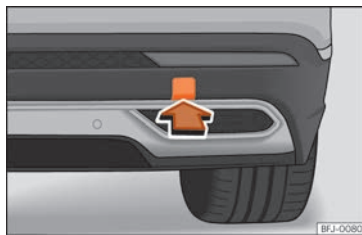

Abb. 226 Auf der rechten Seite des hinteren Stoßfängers: Abdeckung entfernen.
Die Abschleppöse wird in die hinter einer Abdeckung auf der rechten Seite des hinteren Stoßfängers befindliche Aufnahme eingeschraubt » (Abb. 226).
- Auf den unteren Bereich der Abdeckung » (Abb. 226) drücken, um die Verrastung zu lösen.